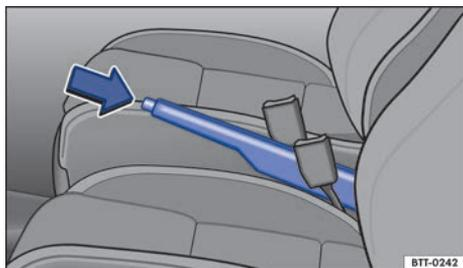

Fig. 131 Entre los asientos delanteros: freno de mano.
- Tire ligeramente de la palanca del freno de mano hacia arriba y presione el botón de bloqueo en el sentido de la flecha → fig. 131.